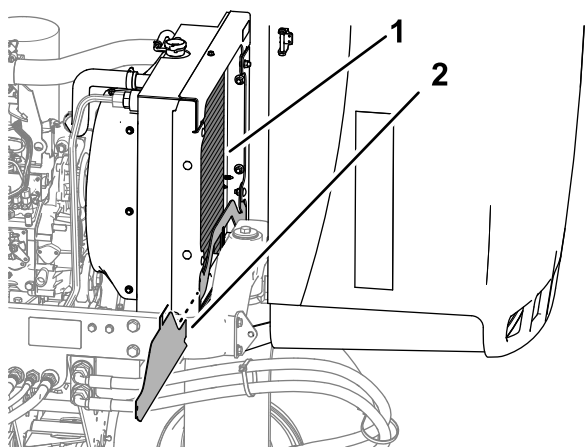

Figure 74
4. Déposez la protection inférieure du radiateur (Figure 74).
5. Nettoyez soigneusement les deux côtés du radiateur avec de l'eau ou de l'air comprimé (Figure 74).